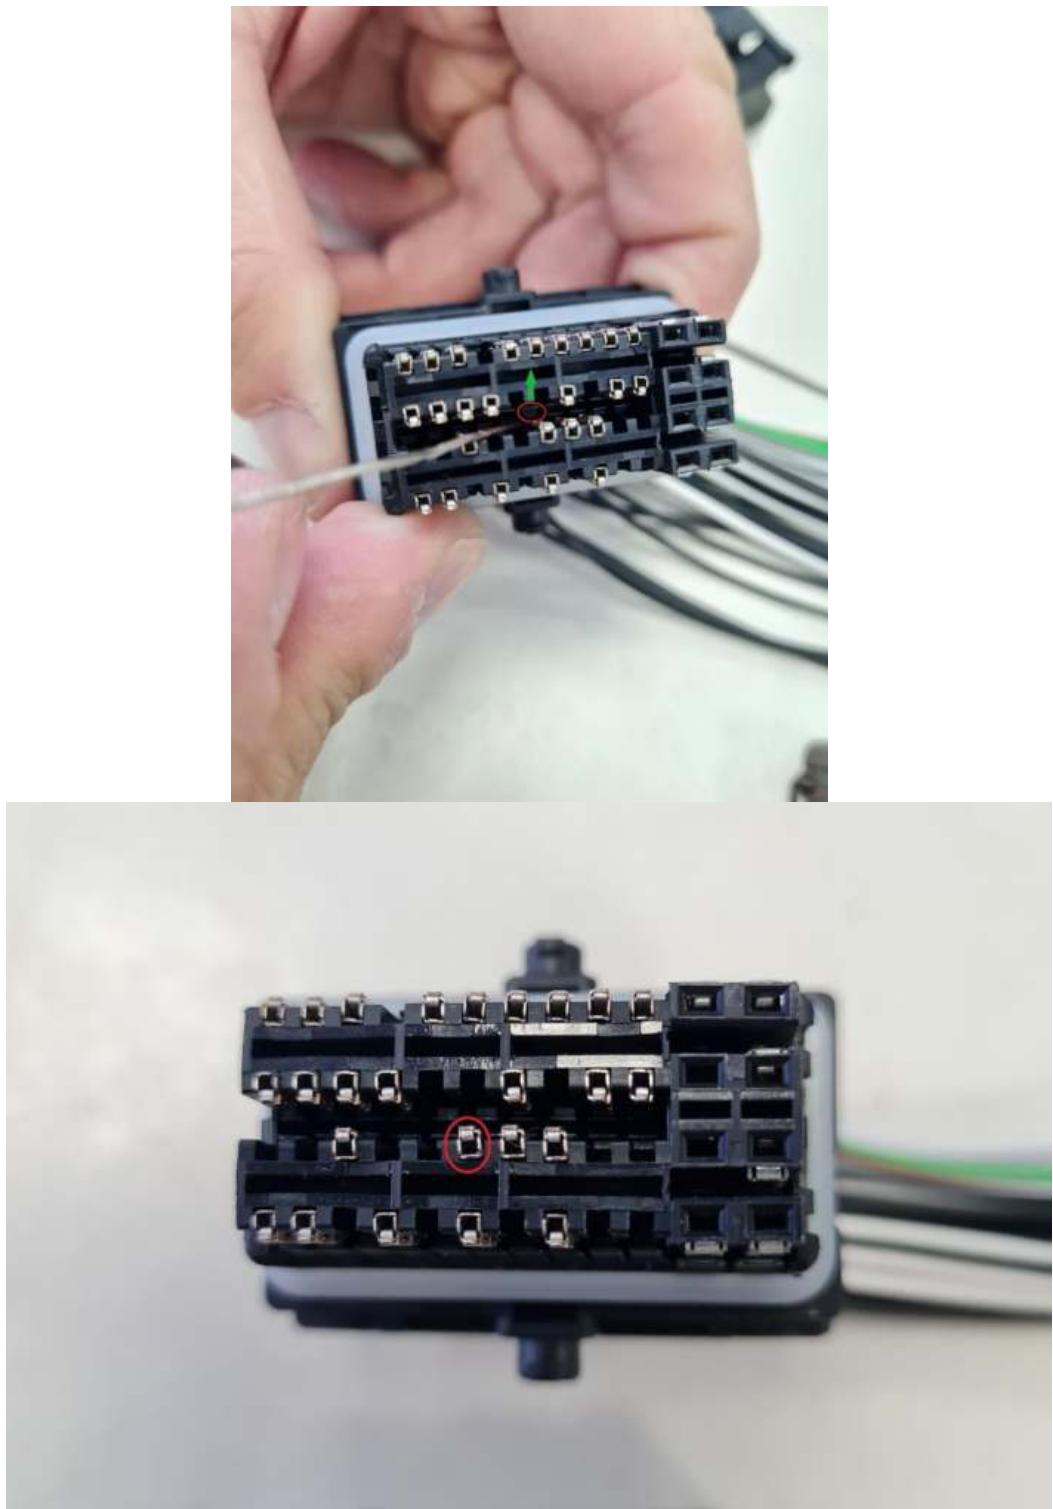

Рис.8.
10. Извлечь контакт из ячейки F2(коричнево-голубой провод) с помощью экстрактора (рис.8).